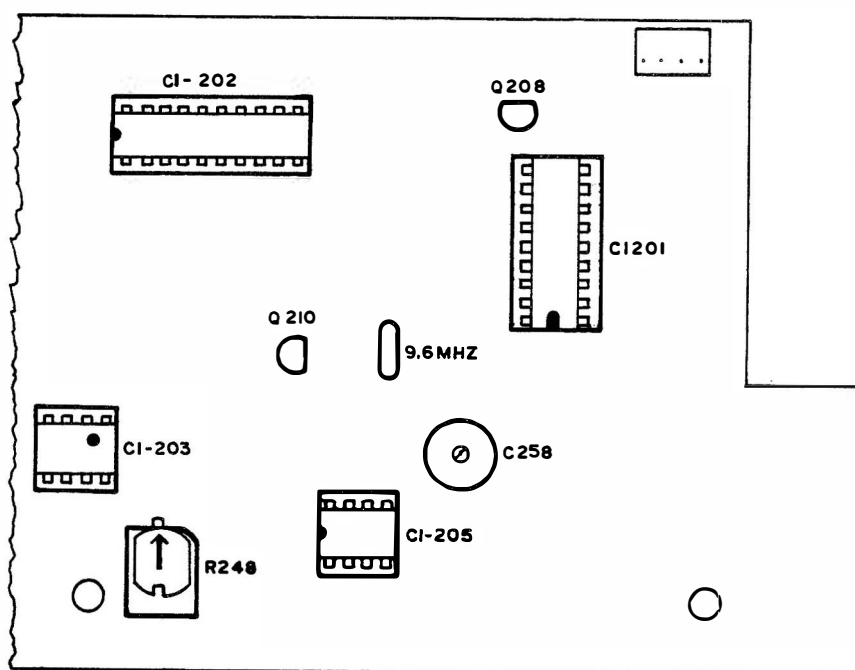
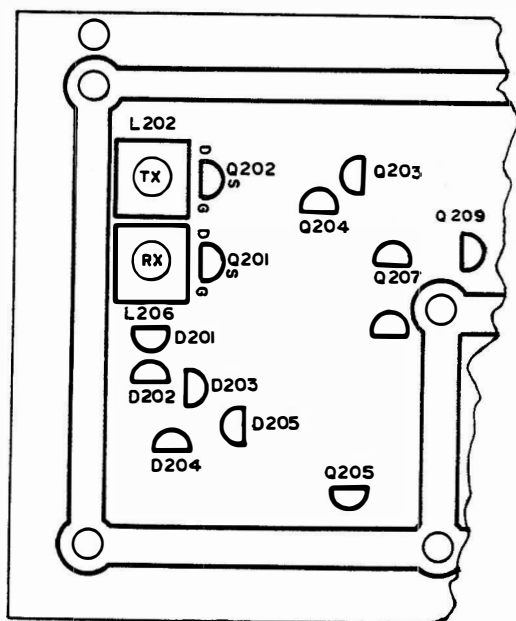

FIG. 4
FIG. 5
-Conectar o voltímetro digital ao pino 6 do CI 203 (vide fig.4) e ajustar através de L 202 (vide fig.5) o valor de tensão de correção do VCO para um valor intermediário entre 2 e 6